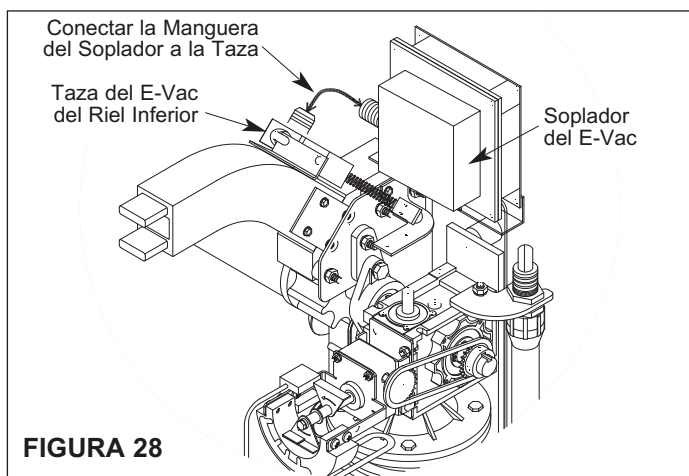

**FIGURA 26 - CORTINA**
6. Utilizando un equipo para levantar, elevar la cortina y correrla por la esfera impulsora alrededor del lado posterior del engranaje y hacia el radio y/o el riel, Figura 26.
13. Verificar que la parte superior del sello este sellada a la superficie de la pared, Figura 26.